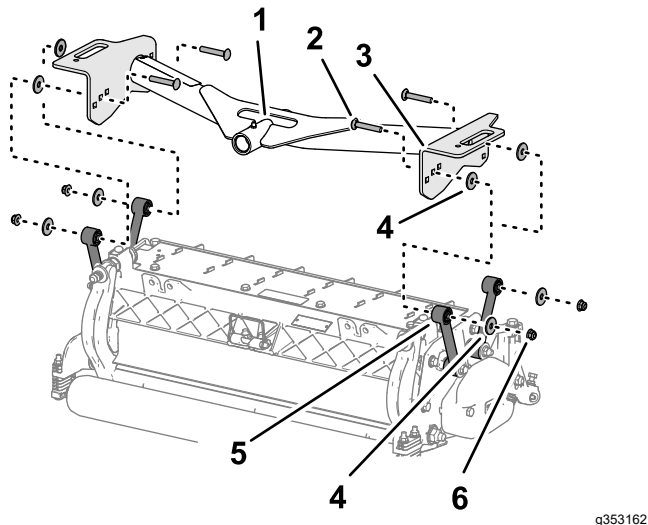

Bild 17
1. Richten Sie die Löcher in den Platten des vorderen Trägerrahmens auf die Löcher in den Montageplatten des Mähwerks aus (**Bild 17**).
2. Legen Sie eine Unterlegscheibe zwischen der Trägerplatte und dem Lenker ein (**Bild 17**) und montieren Sie die Platten und das Distanzstück lose mit einer Schlossschraube $\frac{3}{8}$ " x $2\frac{1}{4}$ " , einer Unterlegscheibe und einer Sicherungsbundmutter ($\frac{3}{8}$ ").